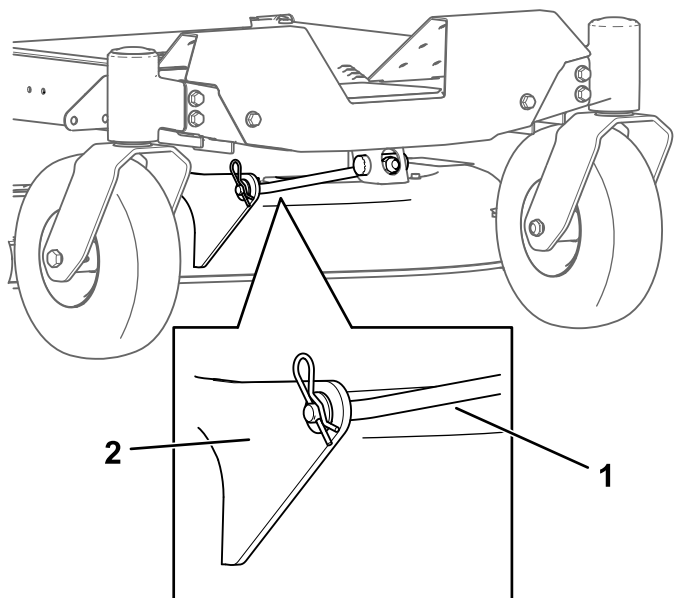

Figure 68
4. Retirez la goupille fendue de la tige de support avant et déposez la tige du support de tablier (Figure 68).
8. Fixez la tige de support avant au tablier de coupe à l'aide de l'axe de chape et de la goupille fendue (Figure 68).